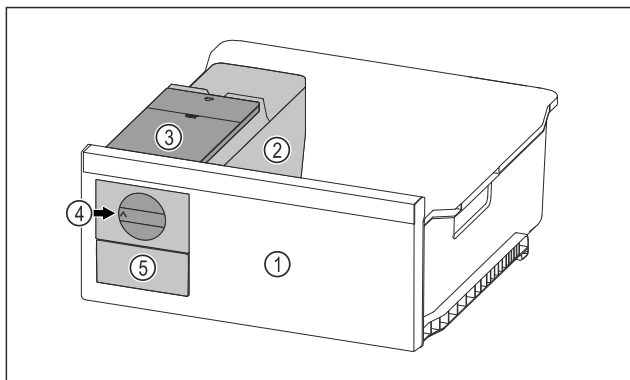

Fig. 102 Simbolična slika
- ▶ Vrtljivi gumb Fig. 102 (4) obrnite do konca v smeri urinih kazalcev.
- ▷ Kocke ledu iz posode za ledene kocke padajo v predal za ledene kocke Fig. 102 (5).